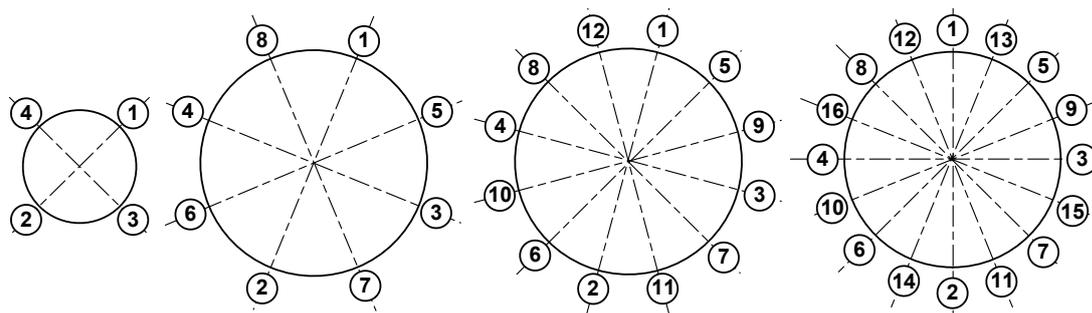

Рис.4. Очередность затяжки гаек на фланцах.
3.2.4.4. Затяжка гаек при установке ЭМР (имитатора) в трубопровод должна производиться в очередности, обозначенной на рис.4, динамометрическим ключом с крутящим моментом не более, указанного в табл.2. **В случае превышения усилия затяжки возможно повреждение ППР, вызывающее протечку жидкости во внутреннюю полость ЭМР.**